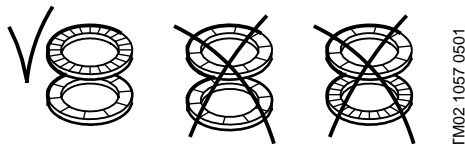

Abb. 4
*Unterlegscheibe Pos. 66 besteht aus zwei zusammengeklebten Unterlegscheiben. Falls sie getrennt wurden, ist darauf zu achten, daß sie korrekt montiert werden, siehe Abb. 4.*